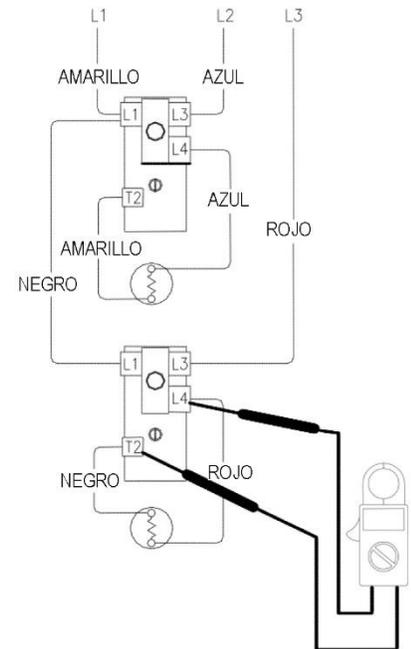

Figura 21
8. Compruebe los terminales L4 y T2 del termostato inferior (consulte la figura 21).